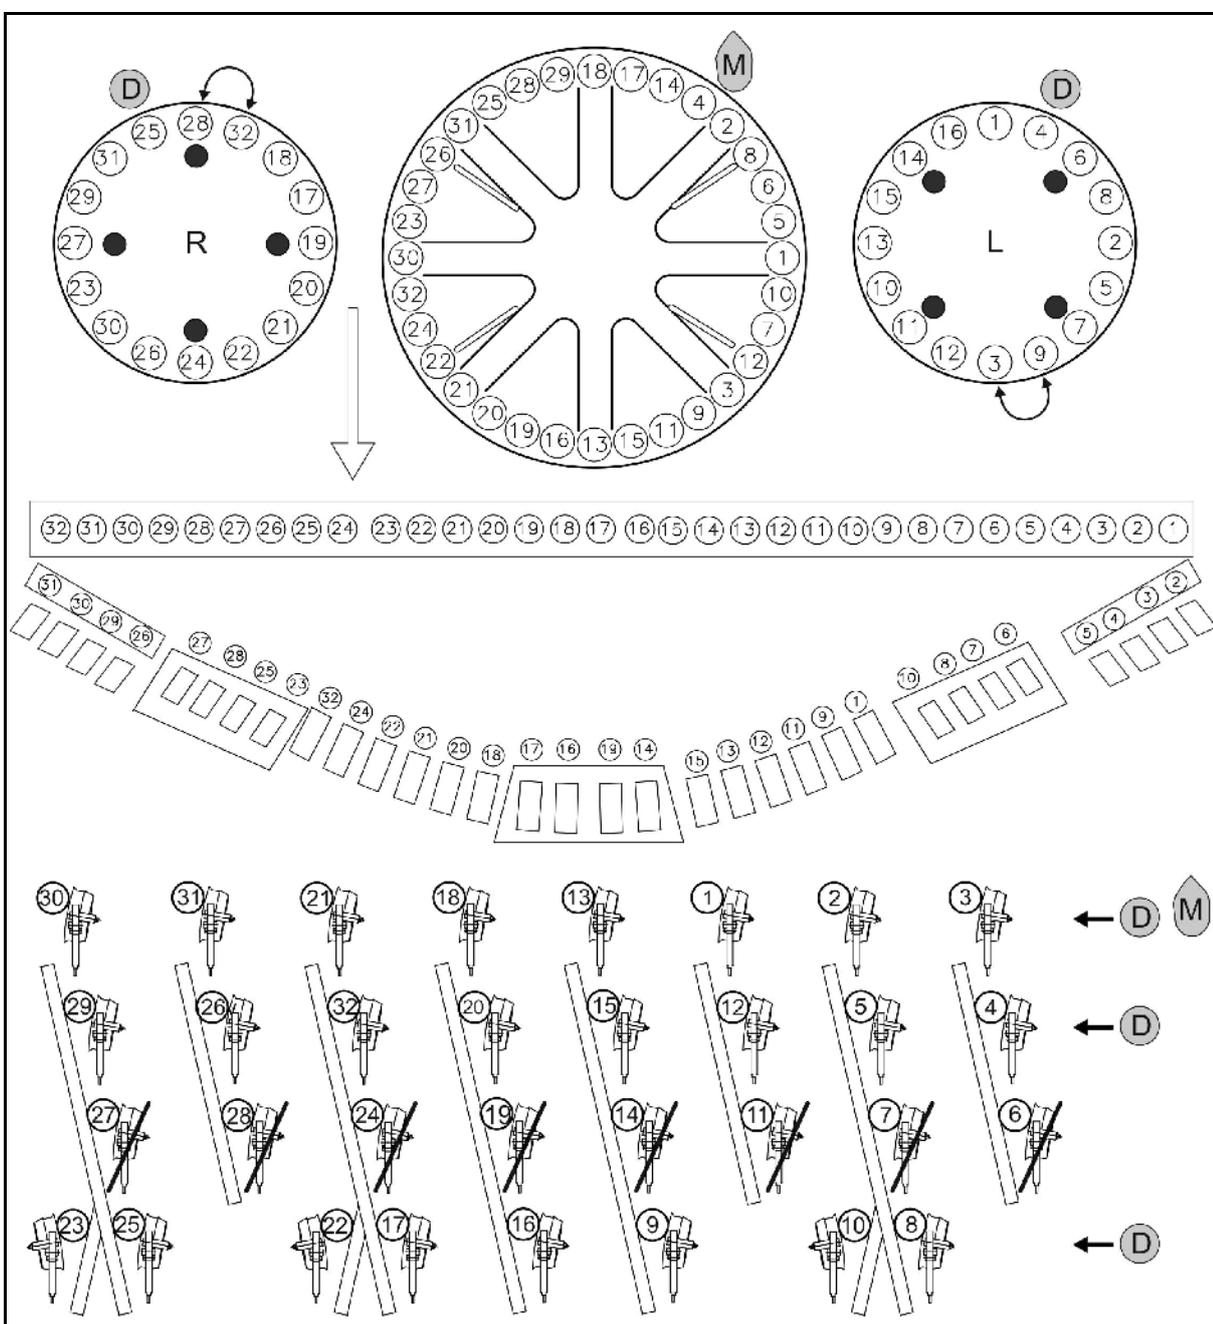

Fig. 54
- Maïs ^M: Monter la tôle de fermeture conformément à Fig. 54.
- Engrais ^D: monter les bouchons de fermeture conformément à Fig. 54.